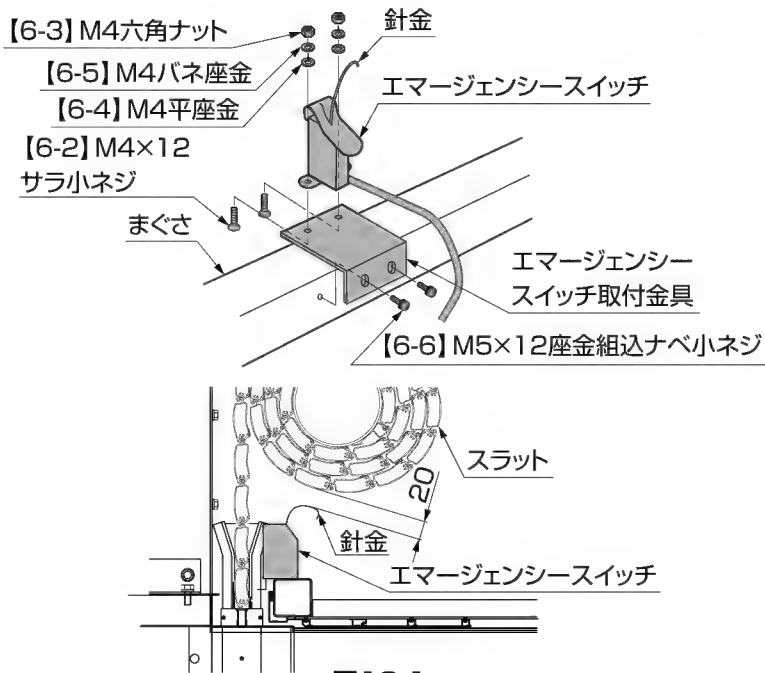

図 10-1
- エマージェンシースイッチの針金が巻取っているスラットから約20mm離れるように調整してください。(図10-1参照)